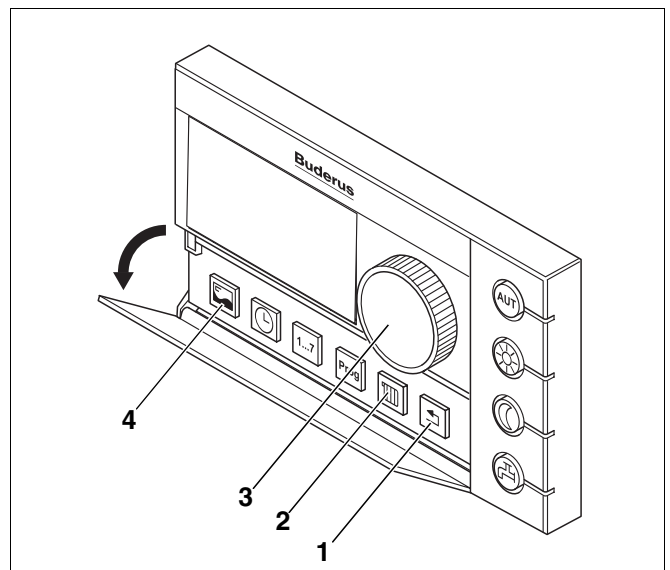

Abb. 15 Bedieneinheit RC30
Im Folgenden wird Ihnen die Entlüftung der Ölleitung über die Bedieneinheit RC30 beschrieben (Abb. 15).
- Serviceebene der Bedieneinheit RC30 aufrufen, hierzu die Tasten „Anzeige“, „Heizkreis“ und „Zurück“ (Abb. 15, **Pos. 4, 2, 1**, Seite 17) gleichzeitig drücken. Im Display erscheint „SERVICEMENUE SPRACHE“.
- Mit dem Drehknopf (Abb. 15, **Pos. 3**, Seite 17) „SERVICEMENUE RELAISTEST“ auswählen.
- Taste „Anzeige“ (Abb. 15, **Pos. 4**, Seite 17) drücken und Drehknopf auf Menüpunkt „RELAISTEST EMS“ drehen.
- Taste „Zurück“ (Abb. 15, **Pos. 1**, Seite 17) mehrfach drücken, bis die Raumtemperatur angezeigt wird.